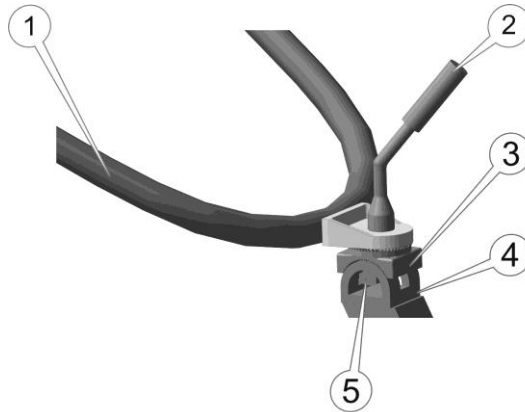

Рисунок 5.3 – Регулювання кута керма
8. Звільнити кермо від пакувальної плівки. Встановити регульовальну опору (3) на кронштейн кріплення керма 4 (див. рис. 5.3), попадаючи зубцями в зубці встановити кермо (1) на регульовальну опору (3), закріпити кермо за допомогою затискного упору (5) та затиску осі регулювання висоти та повороту керма (2). Для регулювання висоти та повороту керма необхідно послабити затиск (2), виконати регулювання керма, затягнути затиск.